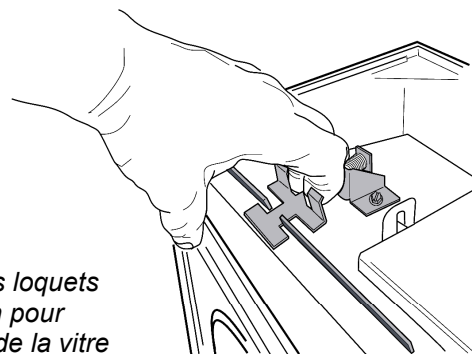

Figure 48.
2. **Retirez le cadre vitré.** Désengagez les deux loquets de compression situés au haut de la chambre de combustion, et soulevez le cadre vitré pour le retirer du poêle. Voir fig. 48.